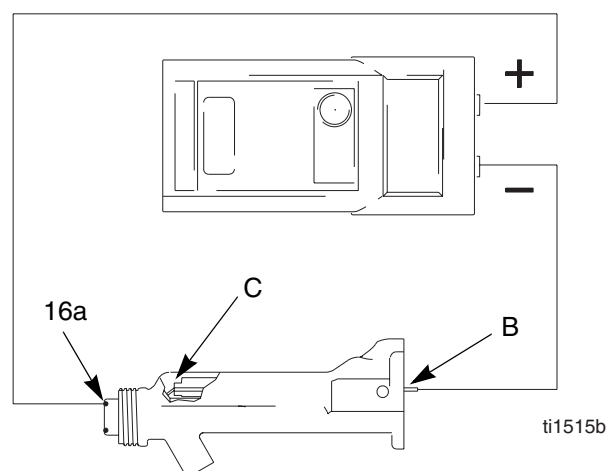

Fig. 7 Test de la résistance du canon
1. Introduire une tige conductrice (B) dans le canon du pistolet (démonté pour le test du bloc d'alimentation électrique) et l'appliquer contre le contact métallique (C) à l'avant du canon.
2. Mesurer la résistance entre la tige conductrice (B) et la bague de contact du canon (16a). Voir FIG. 7. La résistance doit être comprise entre 19 et 29 mégohms. Si la résistance est incorrecte, s'assurer que le contact métallique (C) dans le canon et la bague de contact du canon (16a) sont propres et non détériorés.
3. Si la résistance est en dehors de la plage, retirer la bague de contact du canon (16a) et mesurer la résistance entre la tige conductrice (B) et le fil du câble en bas de la gorge de la bague de contact.